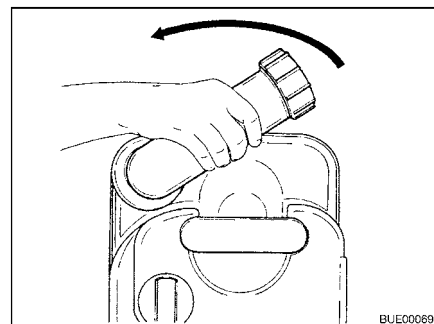

Bild 176 Entleerungsstutzen drehen
- Entleerungsstutzen nach oben drehen (Bild 176).